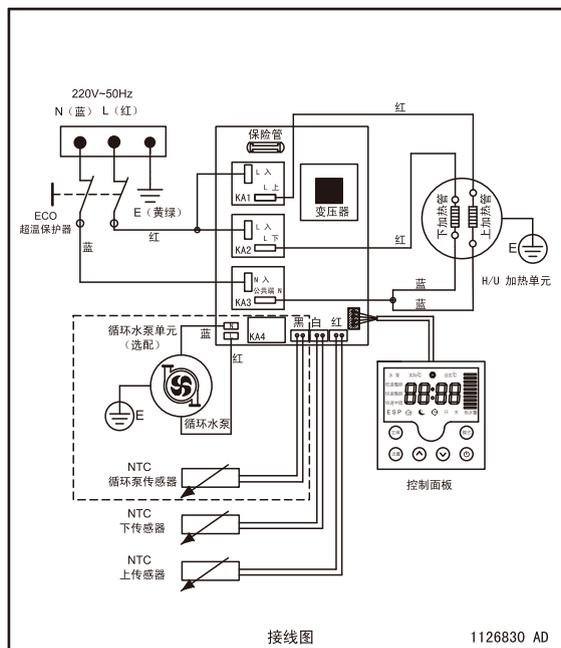

图 3
- ◆ 本热水器使用的电源为额定电压 220V ~ 50Hz 的单相交流电，电气接线如图 3 所示。